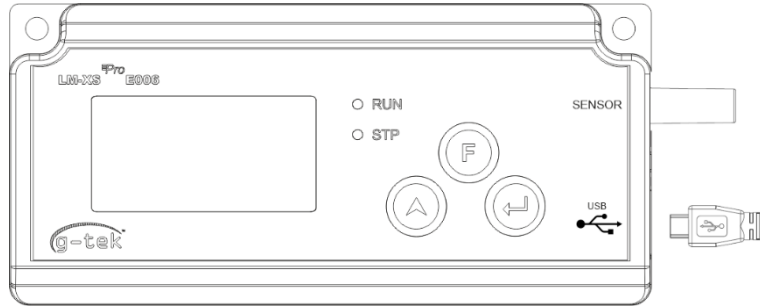

Figura 21 Accesorio micro USB
- Conecte el registrador de datos LM-XS Pro E006 a una PC con Windows a través puerto USB tipo A, como se muestra en la figura 21.